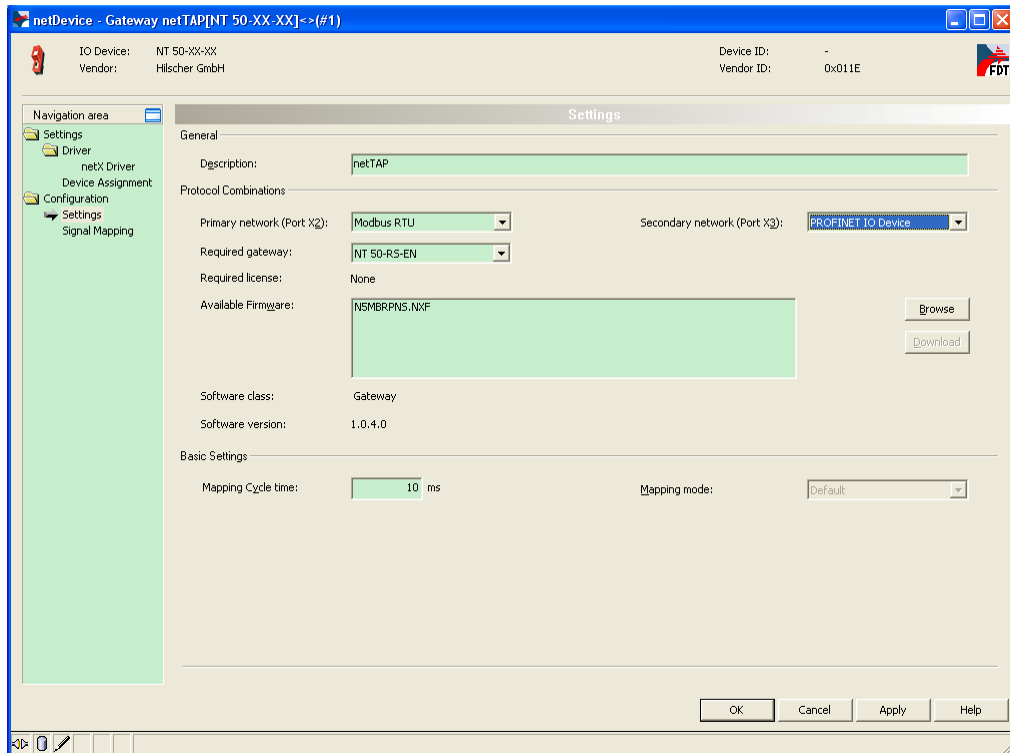

图 22
- 6) 选择“Settings”栏，Port X2 选择 Modbus RTU 协议，Port X3 选择 PROFINET I/O Device 协议，如图 22 所示。选中对应的 Available Firmware，单击右侧的 Download 按钮，下载对应的固件。固件下载完成后，单击 OK 按钮退出该对话框。